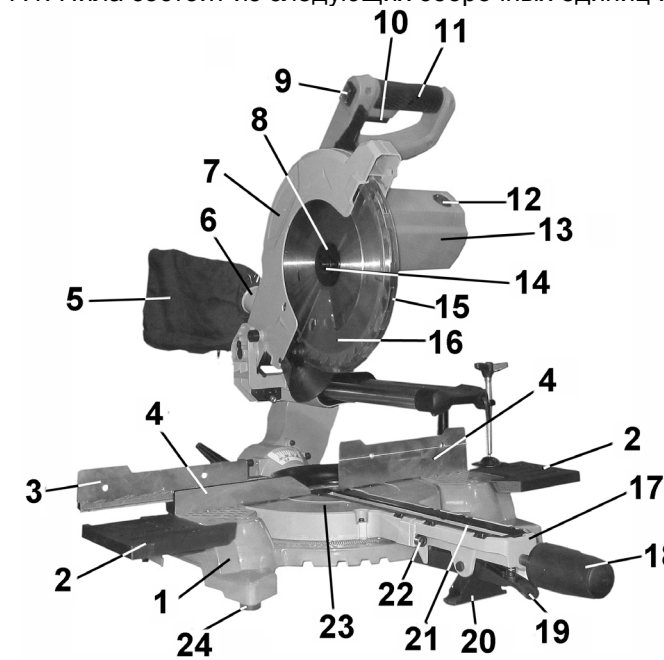

Рис. 2
7.1. Пила состоит из следующих сборочных единиц и деталей. (Рис. 2)
8.2. Приведение пилы в верхнее положение (Рис. 2; 3; 8)
8.2.2. Удерживая пилу за рукоятку (11), переместите её в верхнее положение, как показано на Рис.2; 3; 8.
8.3. Транспортировка (Рис. 2)
8.4. Установка поворотного стола в положение 0° (Рис.2)
8.5. Замена пильного диска. Пила КОРВЕТ 4-300 оснащена пильным диском (16) (Ø255мм x 30мм), Рис.2. В комплект поставки не входят переходные кольца, предназначенные для установки пильного диска (16) с другими посадочными диаметрами.
8.5.1. Снятие пильного диска (Рис. 2; 9-11)
Нажмите и удерживайте кнопку блокировки (26), Рис.2; 9, проворачивая пильный диск (16) до его блокировки.
Выкрутите болт (14), Рис.2; 11, по часовой стрелке. Снимите наружный фланец (8) и пильный диск (16), Рис. 2; 11. Для снятия пильного диска (16) отведите рычаг блокировки кожуха (27), переведите защитный кожух (15) в верхнее положение.
Перед установкой пильного диска (16) внимательно осмотрите каждую напайку. На них не должно быть трещин и сколов. После установки пильного диска (16) при первом включении и при последующей работе не находитесь в плоскости вращения пильного диска (16), Рис. 2.
Установите пильный диск (16) в соответствии с последовательностью, указанной на Рис.11 так, чтобы зубья пильного диска (16) были направлены вниз в передней части пилы, Рис.2; 3. На шпindel (44) установите внутренний фланец (45), пильный диск (16) с соответствующим посадочным диаметром. Установите наружный фланец (8), шайбу (46). Закрутите болт (14), Рис.11, вращением против часовой стрелки, удерживая кнопку блокировки (26) фиксации пильного диска (16) в нажатом положении, Рис.2.
9.1. Действие выключателя (Рис. 2). Перед включением пилы в розетку удостоверьтесь, что кнопка выключателя (10) правильно действует и возвращается в позицию «Выкл.» при ее отпускании.
9.2. В верхнем положении пилы защитный кожух (15) заблокирован и опускание пилы за рукоятку (11) невозможно (Рис. 2; 3). Перед опусканием пильного диска (16) необходимо отвести рычаг (27) – разблокировать.